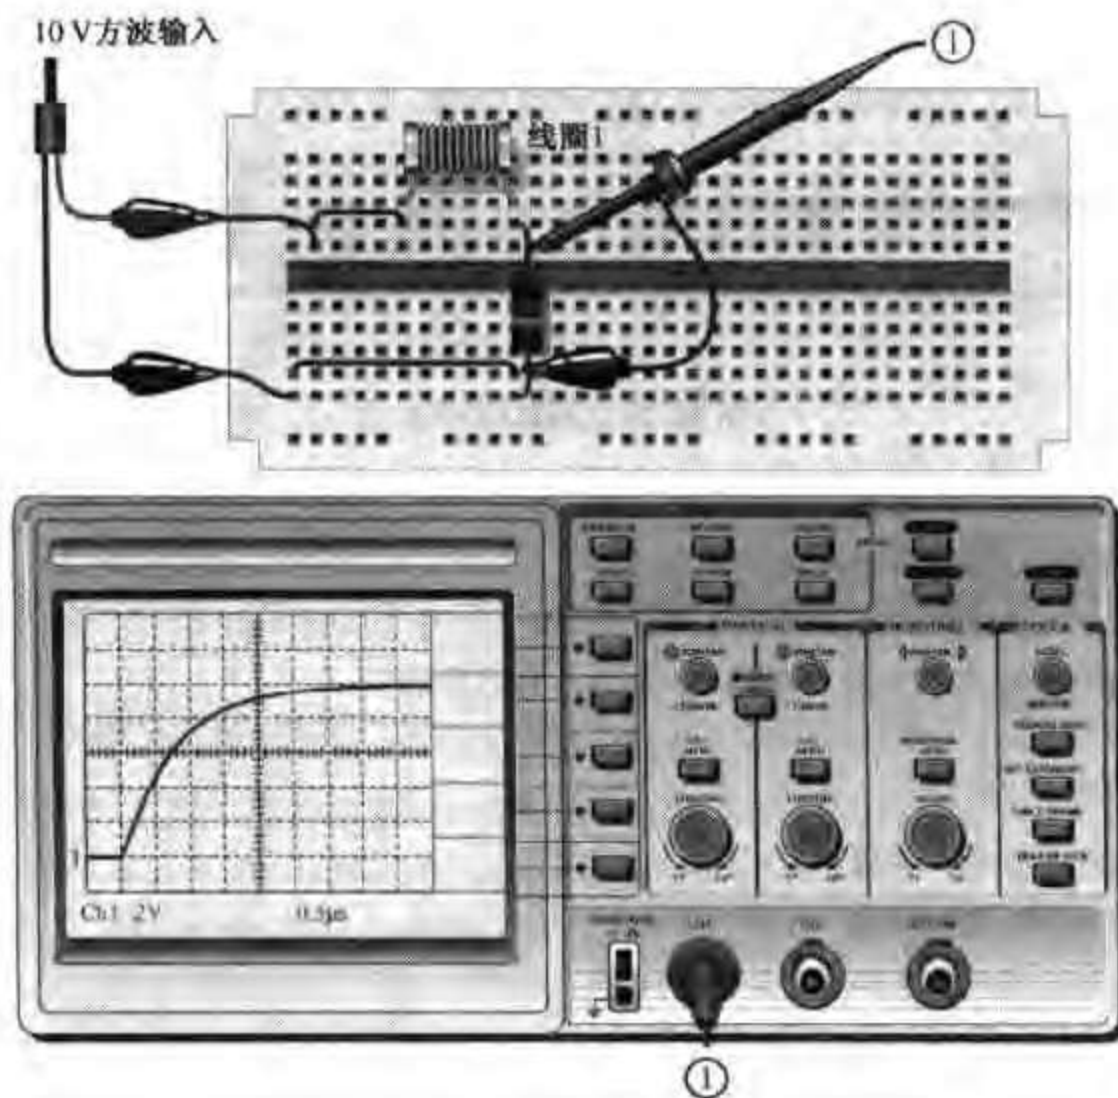

图 14.43 测试线圈 1
参见图 14.43,为了测量线圈 1 的电感,电路中加上了方波。将方波的振幅调成 $10\ \text{V}$ 。调整方波的频率,使一个方波周期内,电感元件的充电充分完成。用示波器观察电感元件的充电曲线。
1. 图 14.43 中方波可以使用的最大频率是多少?